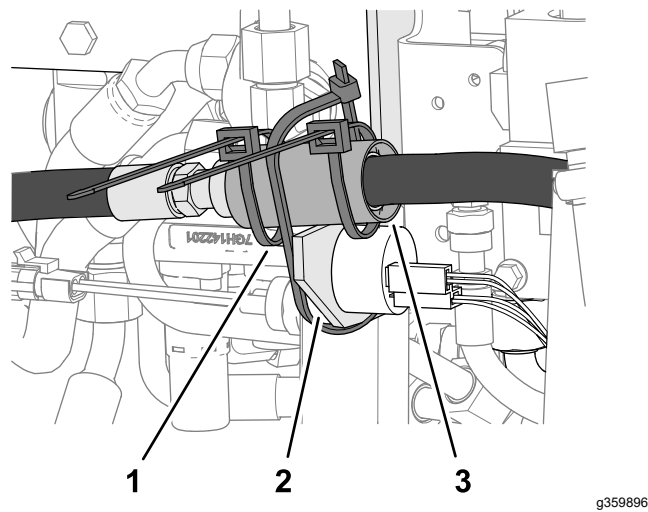

Figure 27
5. Enroulez la protection autour des raccords droits des 2 flexibles et fixez-la en place sur les raccords avec 2 attache-câbles (Figure 27).
6. Fixez la protection et les flexibles sur le support de vanne, comme montré à la Figure 27.